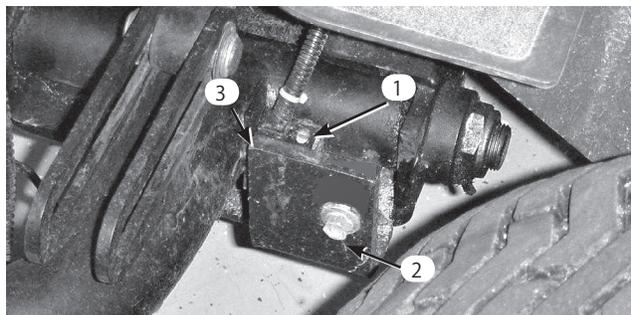

図12
- 昇降アームのスイッチのブラケットを4番昇降アーム(左前)に固定しているキャリッジ・ボルトのナットをゆるめる(図12)。